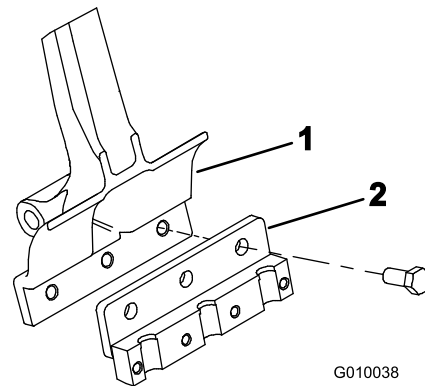

Figura 24
- Monte un portataladros en cada brazo de taladros (Figura 24) con 3 pernos ($\frac{1}{2}$ " x $1\frac{1}{4}$ "). Apriete los pernos a 101.6 N·m (75 pies-libra).